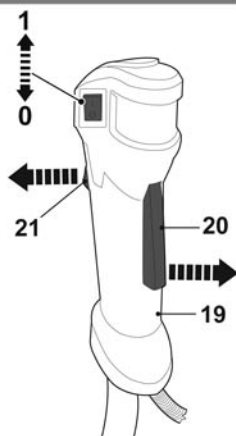

Рис. 30
- > Освободите блокировку пускового устройства [20] и дроссель [21] и дайте машине поработать на холостых оборотах 10—15 секунд (рис. 30).